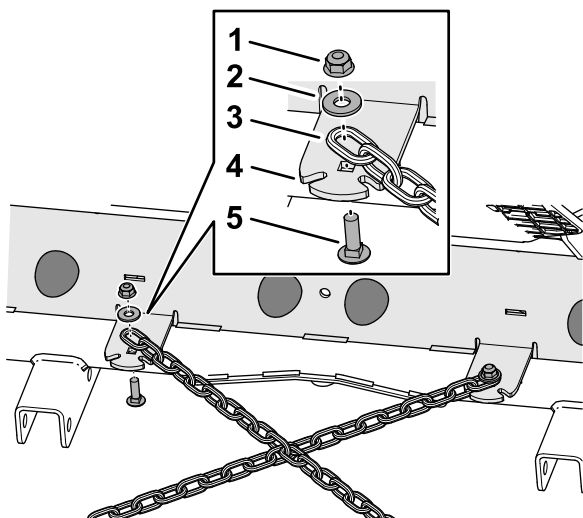

Figura 5
2. Alinee el último eslabón de una de las cadenas cortas de la barra de tracción con el orificio de la pestaña de la placa del bastidor trasero (**Figura 5**).
3. Monte la cadena en la pestaña de la cadena con un perno de cuello cuadrado (5/16" x 1"), una arandela ($\frac{3}{8}$ " x $\frac{7}{8}$ ") y una contratuerca con arandela prensada (5/16"), como se muestra en la **Figura 5**.